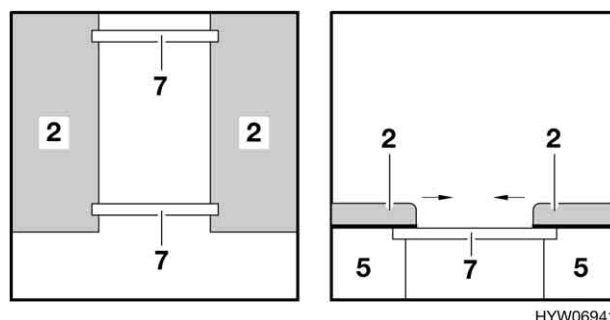

Fig. 51 Durante la trasformazione
- Estrarre le stange del letto (Fig. 51,7) dal cassone letto (Fig. 51,5).
- Sollevare i due cuscini del divano (Fig. 51,2) e collocare le stange del letto (Fig. 51,7) trasversalmente tra i due cassoni del letto nelle scanalature.